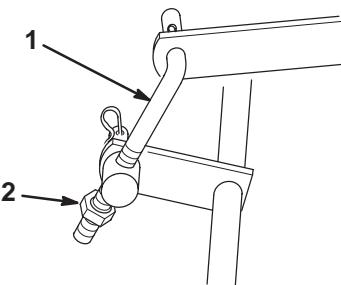

Figure 15
1. Pour régler l'inclinaison avant/arrière des lames, tournez le contre-écrou sur la biellette réglable arrière (Fig. 15).